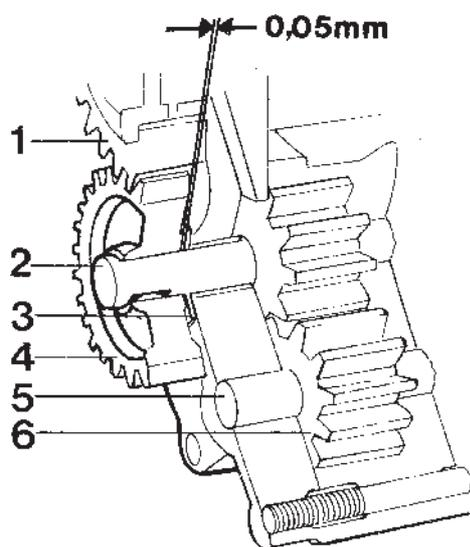

Fig. 107. Pompe à huile (standard)
4. Placer la rondelle axiale (3, figure 107) sur l'arbre (une rondelle axiale neuve fait partie du jeu de réparation). Poser en place la clavette et enfoncer le pignon de commande. REMARQUE : Un jeu de 0,02 à 0,08 mm doit exister entre la rondelle axiale et le pignon, c'est pourquoi il convient de placer une jauge d'épaisseur de 0,05 mm à l'écartement lors du montage.
5. Monter le pignon récepteur (6) et le corps de pompe. Bien fixer le corps de pompe sur la console. Vérifier qu'on peut faire tourner facilement la pompe à la main.